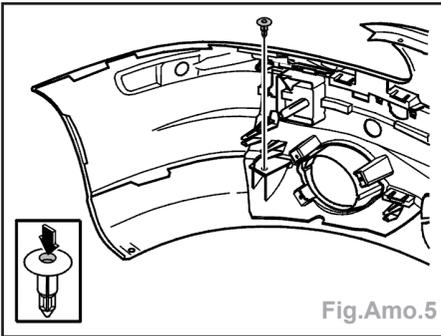

Fig.Amo.5
- Retirer en un de chaque côté (fig.Amo.5).